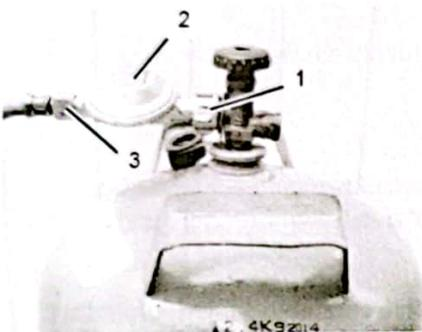

Abb. 5
3. Stellen Sie einen vollen Flüssigpropangas-Behälter in Reichweite des Schlauchs ab. Achten Sie darauf, dass das Ventil (Abb. 5/1) des Flüssigpropangas-Behälters zuge dreht ist.
4. Schrauben Sie das offene Ende des zuvor montierten Schlauchs (Abb. 5/3) am Druckminderer (Abb. 5/2) fest. Achtung, Linksgewinde! Ziehen Sie die Mutter mit einem Maulschlüssel fest.
5. Schrauben Sie die Überwurfmutter (Abb. 5/1) an den Gasanschluss des Flüssigpropangas-Behälters. Ziehen Sie die Überwurfmutter handfest an.